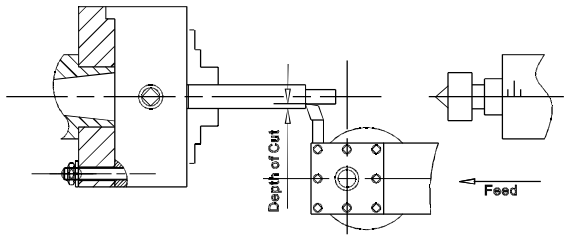

Fig. 21
**Straight Turning (Fig. 21)**